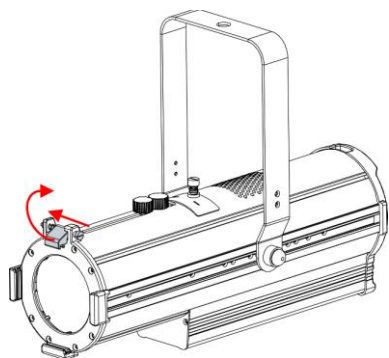
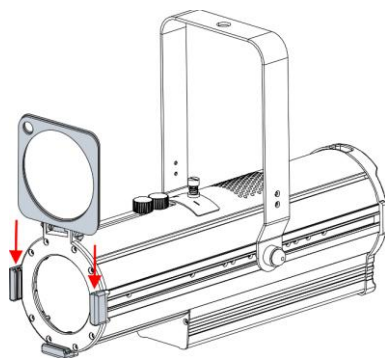

Fig. 14
Fig. 15
- 01) Premere la **vite a molla (01)** e contemporaneamente sollevare il **fermo del portagelatina (02)** e ruotarlo all'indietro (vedere la Fig. 14).
- 02) Inserire un gel colorato o un filtro di diffusione nel **portagelatina (19)**.
- 03) Inserire il **portagelatina (19)** nei **supporti del portagelatina (04)** (vedere la Fig. 15).